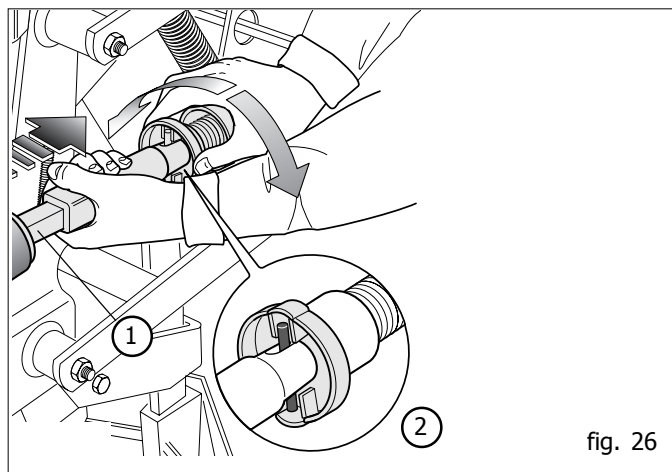

fig. 26
- Spingere e mantenere premuto il manicotto (1 Fig. 26) nel senso indicato dalla freccia, premere in avanti e allo stesso tempo ruotare la ghiera (2 Fig. 26) fino a liberarla dalla spina in ferro.
- Tirare indietro, a fine corsa, il manicotto (1 Fig. 26).